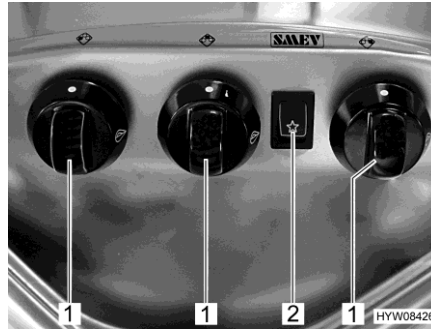

Fig. 197 Elementi di comando (fornello a gas)
- Ruotare il pomello girevole (Fig. 197,1) dell'impianto a fiamma libera desiderato in posizione accesa (fiamma alta).
- Premere l'interruttore a bilico (Fig. 197,2). Sul bruciatore vengono prodotte scintille.